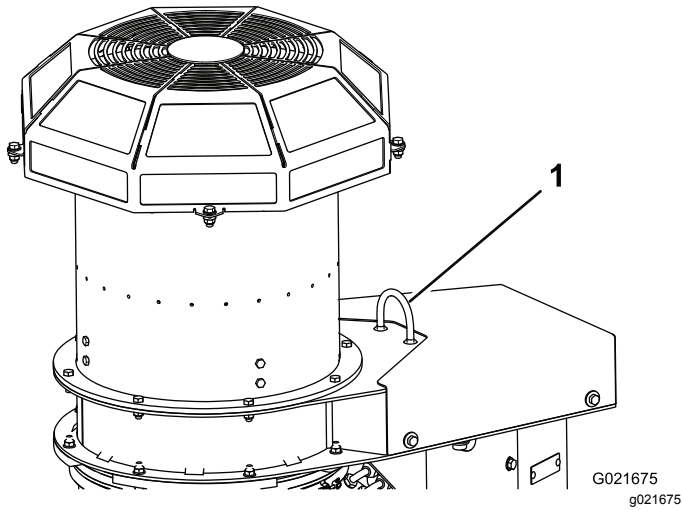

Figura 6
6. Retire la correa del palet y sujétela a la argolla de elevación del soplador (Figura 6).